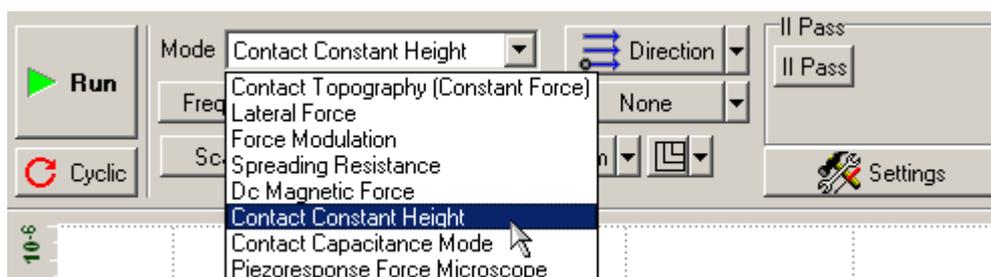

Рис. 6-30. Выбор Метода Постоянной Высоты на панели управления вкладки **Scan**
2. Выберите метод **Contact Constant Height** в меню **Mode** на панели управления вкладки **Scan** (Рис. 6-30).